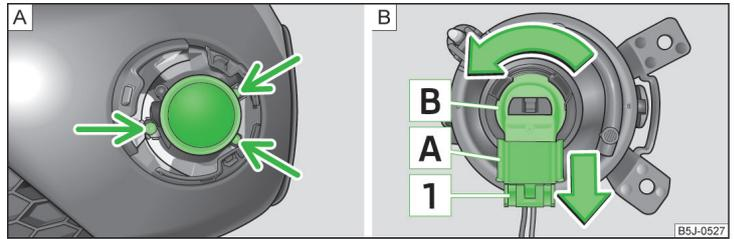

Fig. 167 Paragolpes delantero: faro antinieblas / faro antinieblas: cambiar la bombilla
- Sacar con el destornillador » página 175, *Equipo de herramientas a bordo* los tornillos » fig. 167 - [A].
- Presionar el seguro [1] » fig. 167 del conector [A] y sacar el conector del portalámparas [B].